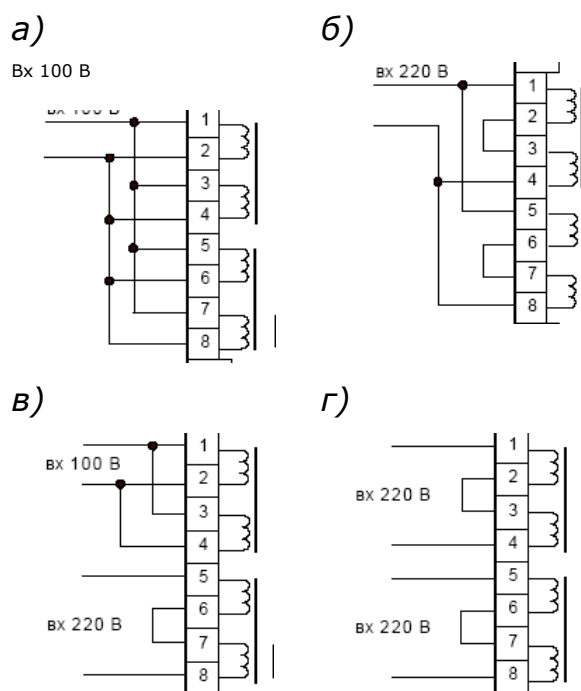

Рис. 47 Варианты подключения входов напряжения с секционированной обмоткой³
- оба трансформатора подключены к одному и тому же источнику напряжения 100 В (рис. 47, а);
- оба трансформатора подключены к одному и тому же источнику напряжения 220 В (рис. 47, б);
- трансформаторы подключены к двум источникам с разным напряжением - 100 В и 220 В (рис. 47, в);
- трансформаторы подключены к двум разным источникам с одинаковым напряжением [220 В как на рис. рис. 11, г или 100 В (на рис. 47 не показано)].